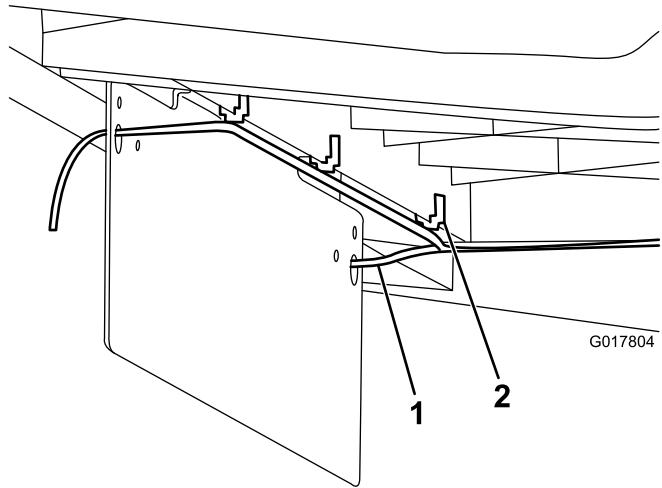

Рисунок 12
- Установите пучок проводки, прикрепив зажимы к нижней стороне коробки (Рисунок 12).
- Вставьте провода сквозь большие отверстия в кронштейне номерного знака (Рисунок 12).